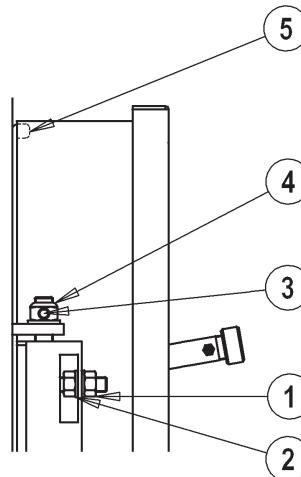

fig. 9
5.6.1 Pour les modèles PREXTERM RSW 92N÷600N (Fig. 9)